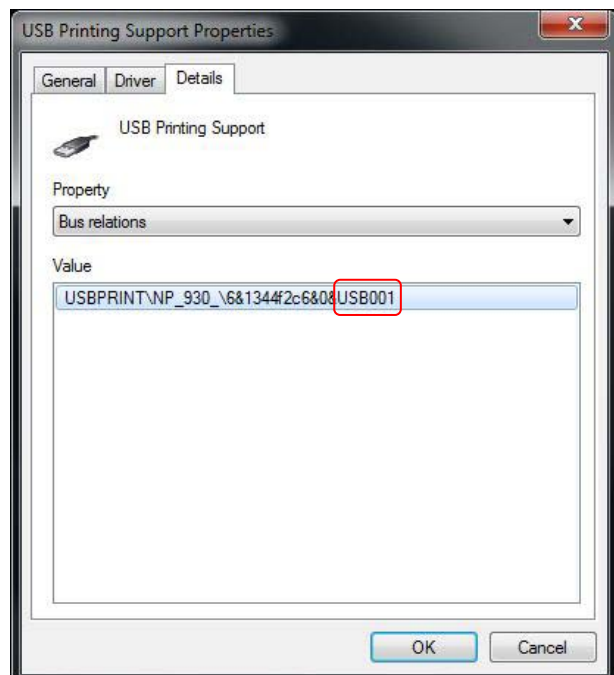

Abbildung 61: Geräteeigenschaften - Details
- In dem Eintrag bei "Wert" wird die Nummer des USB Anschlusses gezeigt. In dem Beispiel in Abbildung 61 ist die Nummer des USB Anschlusses „USB001“.